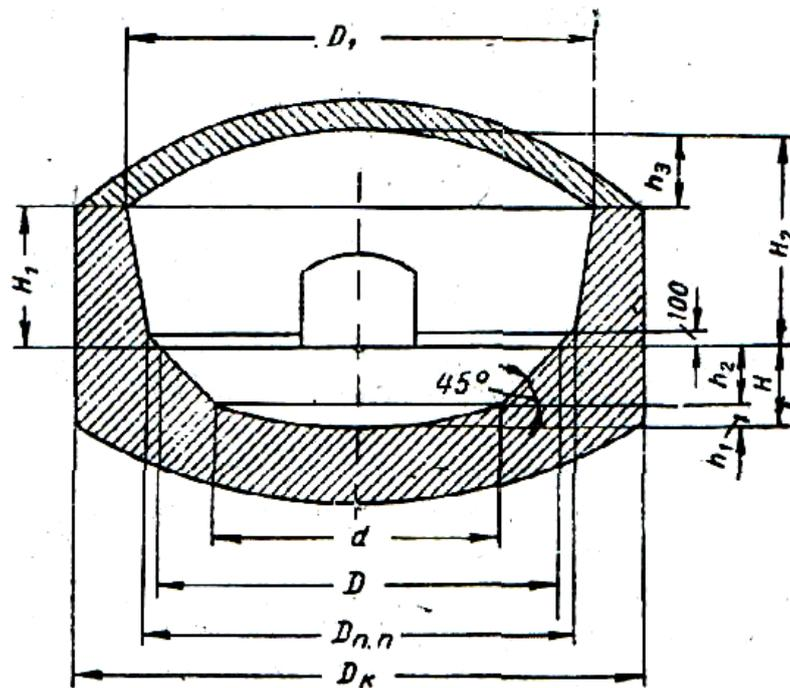

Рисунок 10 - Форма плавильного пространства дуговой печи
1) форма ванны — сфероконическая (рисунок 10); 2) уровень шлака в окислительный период плавки совпадает с уровнем порога загрузочного окна и с уровнем нижней кромки выпускного отверстия; 3) отношение диаметра зеркала ванны к глубине ванны $D/H = 5$; 4) высота сферической части ванны $h_1 = 0,2 H$.